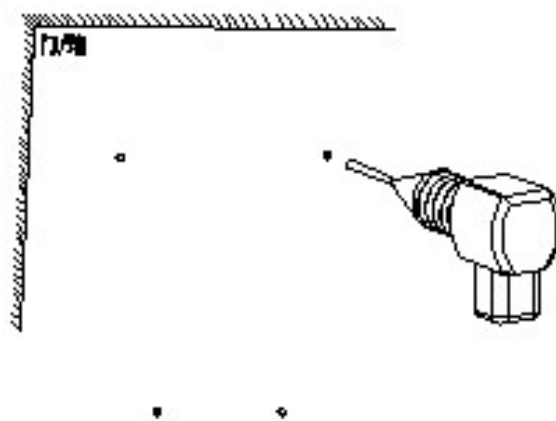

图 2-1
- 用冲击钻在上一步所做的记号处打四个圆孔，如图 2-1 所示